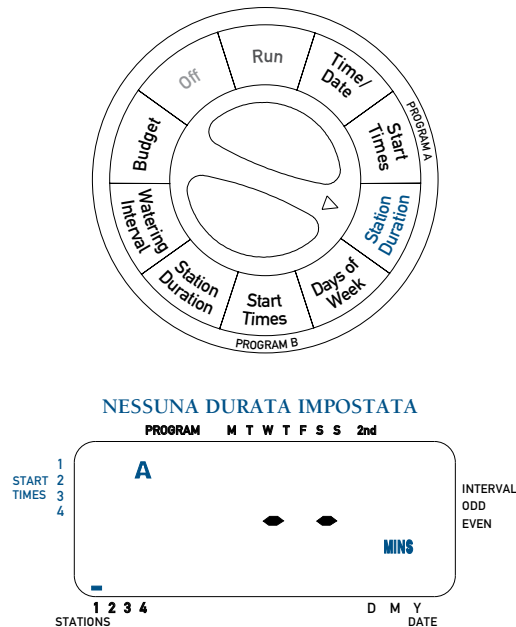

Figura 4: Impostazione della durata per il "Programma A"
- Ruotare il quadrante fino alla posizione **STATION DURATION (DURATA DELLA STAZIONE)**, nel "Programma A". Il display visualizzerà una "A" e MINS [MINUTI]. [vedi Figura 4]
- Premere e tenere premuto il tasto Δ o il tasto ∇ per selezionare la durata d'irrigazione, quindi premere **ENTER (INVIO)**. Dovreste ora vedere una "A" sulla stazione che si è appena programmata. [vedi Figura 4]